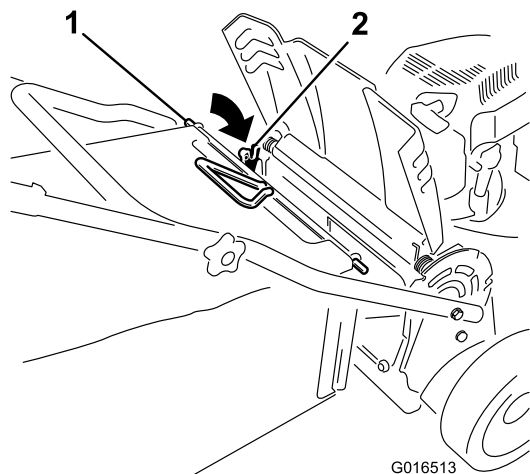

**Bild 26**
1. Heben Sie die Heckklappe an und halten Sie sie hoch \(Bild 26\).
2. Drücken Sie zum Entfernen der Heckauswurfklappe den Riegel mit dem Daumen nach unten und ziehen die Klappe aus der Maschine \(Bild 26\).